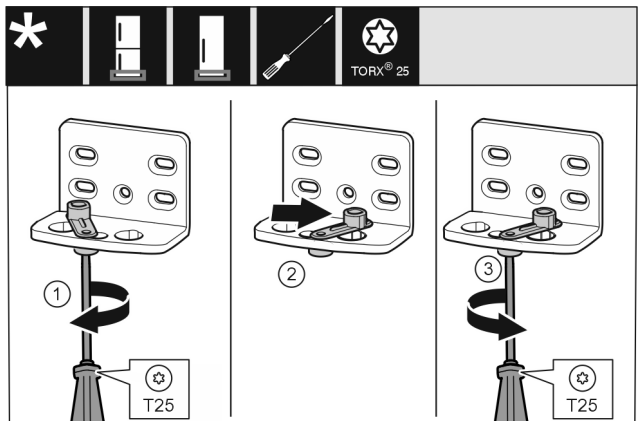

Fig. 15
- ▶ Lironi plotësisht vidën me një kaçavidë T25. Fig. 15 (1)
- ▶ Ngrini lart ndihmën e mbylljes së derës dhe rrotullojeni brenda vrimës me 90° nga e djathta. Fig. 15 (2)
- ▶ Mbërtheni fort vidën me kaçavidën T25. Fig. 15 (3)